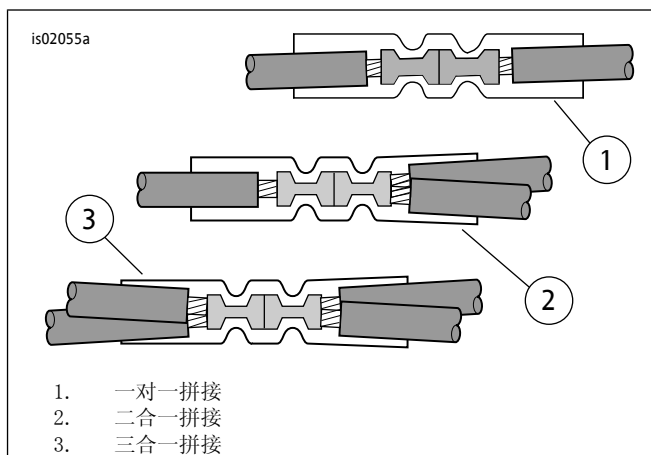

图4. 拼接配置
4. 参见图12。从套件中取出蓝色密封拼接连接器(13)。参见图4:2对1拼接配置。遵循维修手册附录中的说明,将卫星接收器线束中的电源线拼接为主线束橙色/白色导线。
6. 参见图12。从套件中取出红色密封拼接连接器（12）。参见图4：1对1拼接配置。遵循维修手册附录中的说明，将卫星接收器线束中的电源线拼接到适配线。
3. 参见图12。从套件中取出蓝色密封拼接连接器（13）。参见图4：2对1拼接配置。遵循维修手册附录中的说明，将卫星接收器线束中的电源线拼接到切断的橙色/白色导线。
3. 参见图12。从套件中取出蓝色密封拼接连接器(13)。参见图4: 2对1拼接配置。遵循维修手册附录中的说明, 将卫星接收器线束中的电源线拼接到主线束橙色/白色导线。